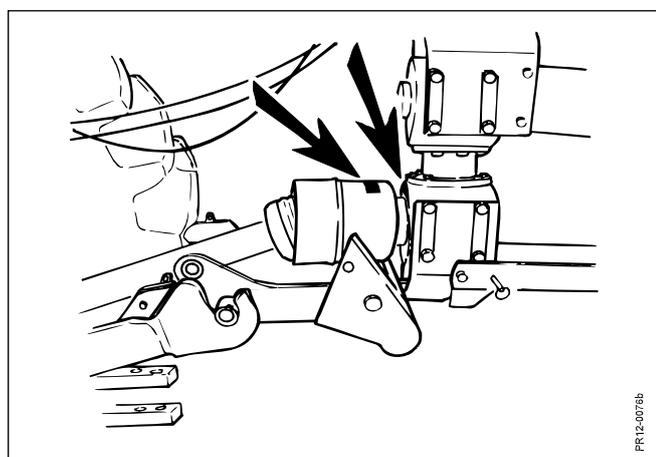

Fig. 2-8
**Fig. 2-8** La vitesse est notée sur la partie avant de la tête pivotante et sur la protection du boîtier (voir autocollants page 12 et 13, pos. 13) si pour une raison quelconque, l'autocollant est absent, vérifier la vitesse de rotation.